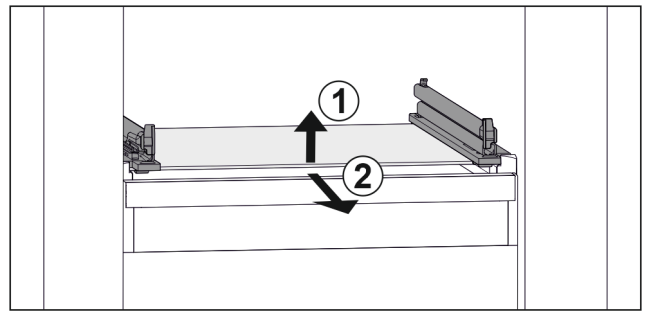

Fig. 43 Exemple de représentation de la tablette en verre
- ▶ Soulever la tablette en verre par l'avant. Fig. 43 (1)
- ▶ Retirer la tablette en verre par l'avant. Fig. 43 (2)